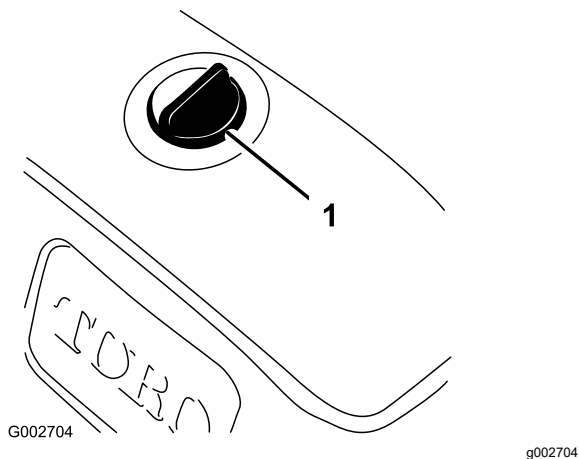

Рисунок 16
2. Очистите область вокруг крышки гидравлического бака, чтобы исключить попадание мусора в бак (Рисунок 16).